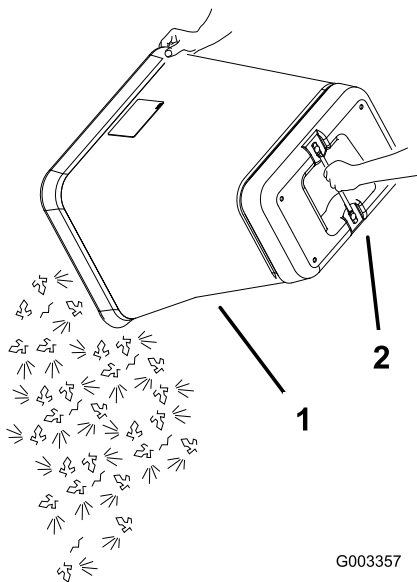

Figure 32
5. Saisissez la poignée située sous le bac et renversez ce dernier pour le vider (Figure 32).